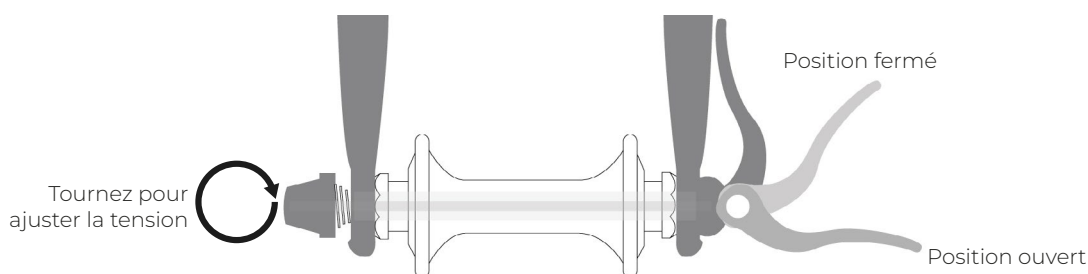

Figure 10
C'est la puissance de la came de l'attache rapide qui maintient le moyeu de la roue en place. Elle pousse un côté de la roue contre la patte de fourche et tire l'autre au moyen de la broche. La puissance de serrage dépend de la tension de l'écrou de serrage. Pour augmenter la tension de serrage, vous devez tourner l'écrou dans le sens des aiguilles d'une montre en empêchant le levier de tourner. Pour réduire la force, il suffit de tourner l'écrou dans le sens inverse. Moins d'un demi-tour peut faire la différence entre un serrage adéquat et un serrage insuffisant (figure 10).
- Pivotez le levier d'attache rapide pour le mettre en position ouverte (figure 10);
- Pivotez le levier d'attache rapide en position ouverte (figure 10);
- Pivotez le levier d'attache rapide en position ouverte (figure 10). Le levier doit se trouver du côté opposé au dérailleur;